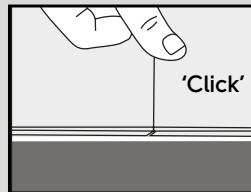

Fig. 5a
5. Une fois le côté long aligné et ajusté, positionnez le côté court en frottant le joint final avec le pouce ou un petit rouleau jusqu'à ce que vous entendiez un « clic » (Figures 5a et 5b).